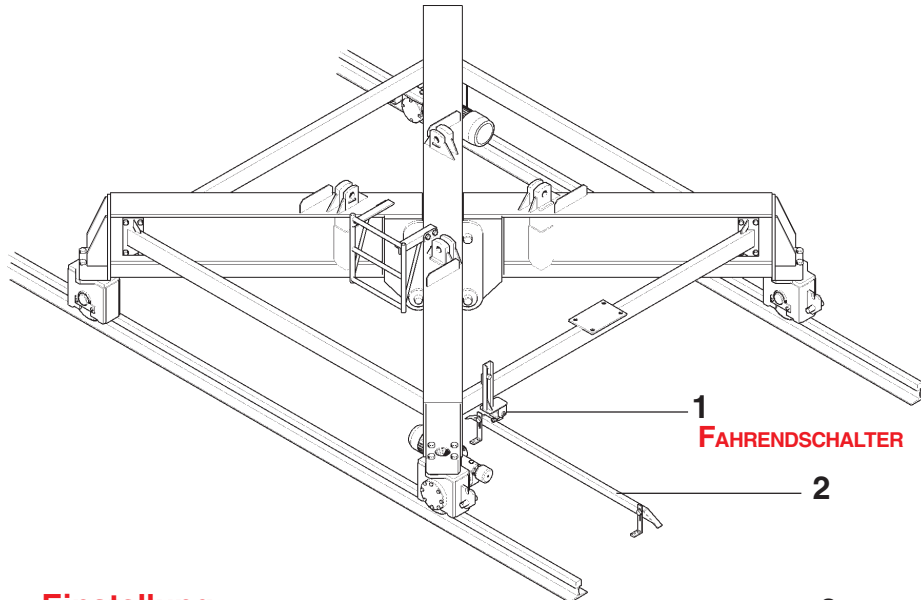

Abb. 2.4.1
Der Fahrtendschalter (1) begrenzt die Kranbewegung entlang der Schiene (Abb. 2.4.1). Zum Einstellen der Halteposition des Krans die Anschlagblöcke (2), die mechanisch auf den Endschalter (1) einwirken, entlang der Kranschiene verstellen, wobei zu berücksichtigen ist, dass aufgrund der Massenträgheit die Bewegung des Krans nach Auslösen des Endschalters erst nach einer variablen und von der **Fahrtgeschwindigkeit abhängigen Distanz angehalten wird**.